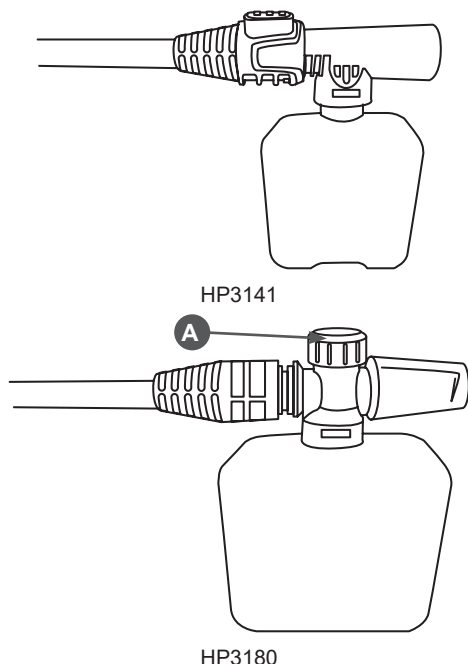

Рис. 11 Принадлежности для моющих средств
2. Для НР3141 отсоедините головку от струйной трубки и подсоедините емкость (Рис. 11). Для НР3180 отсоедините струйную трубку от пистолета и подсоедините пеногенератор (Рис. 11).
3. Нажмите на рычаг пистолета и обрызгайте поверхность моющим средством/пенной. При необходимости отрегулируйте подачу пены (для HP3180) регулятором А (Рис. 11).